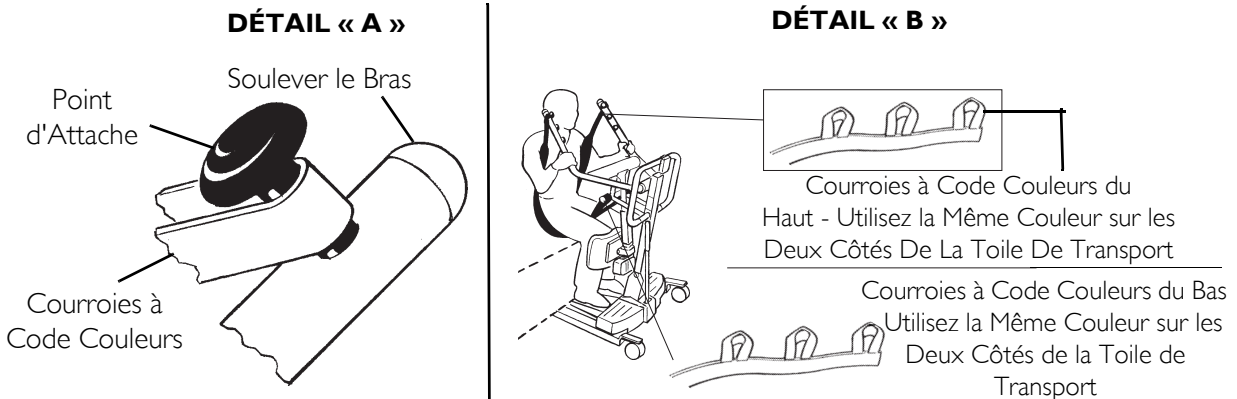

FIGURE 6.5 Attachant des toiles à l'ascenseur haut de stand - toiles de transport ou de transfert
REMARQUE: Pour cette procédure, se référer à la FIGURE 6.4 and FIGURE 6.5.
Assurez-vous que la bande à code couleurs est bien fixée à la poignée de fixation dans FIGURE 6.5 on page 49 Détail « A », sinon des blessures ou des dommages pourraient survenir.
- La bande à code couleur est fixée à la poignée de fixation. Veuillez consulter le Détail « B » de FIGURE 6.5.
- La même bande à code couleurs du haut est utilisée sur les deux côtés de la toile de transport. Veuillez consulter le Détail « A » de FIGURE 6.5.
- Le même point d'attache est utilisé sur chaque bras de l'appareil station debout. Veuillez consulter le Détail « B » de FIGURE 6.4 on page 48. Veuillez consulter le Détail « B » de FIGURE 6.5.